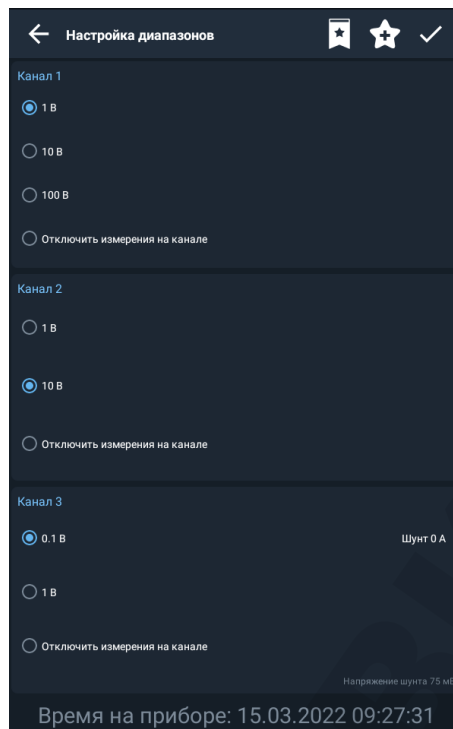

Рисунок 17 – Настройка пределов измерений
3.6.3.5 Нажмите на кнопки каналов и установите необходимый предел измерений (рисунок 17). Если третий канал подключен к шунту для измерения тока, установите предел измерения третьего канала «0.1 В» и номинал шунта (в противном случае номинал шунта установите «0»). После выполнения всех необходимых настроек нажмите на кнопку применить (☑). Если необходимо добавить настройки пределов в избранное нажмите на кнопку (★). Чтобы загрузить настройки пределов из избранного, нажмите на кнопку (📖).